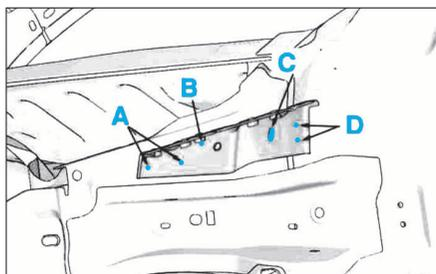

FIG. 13
• Déposer le supérieur de la joue d'aile AV en A,B,C et D (Fig.13).